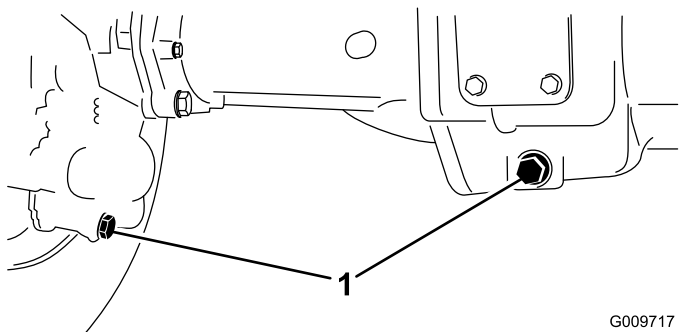

Bild 112
2. Reinigen Sie den Bereich um die drei Ablassschrauben, d. h. jeweils eine an jedem Ende und eine in der Mitte (**Bild 112**).